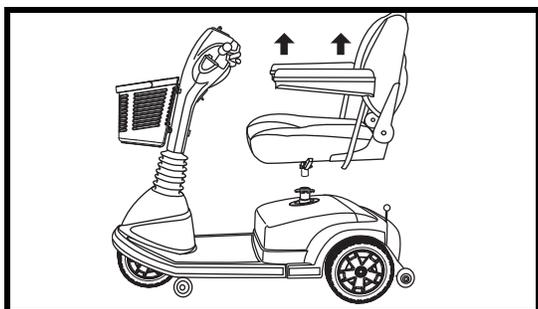

Figure 16. Enlèvement du siège
2. Soulevez le siège à la verticale pour le détacher du scooter. **Voir la figure 16.**